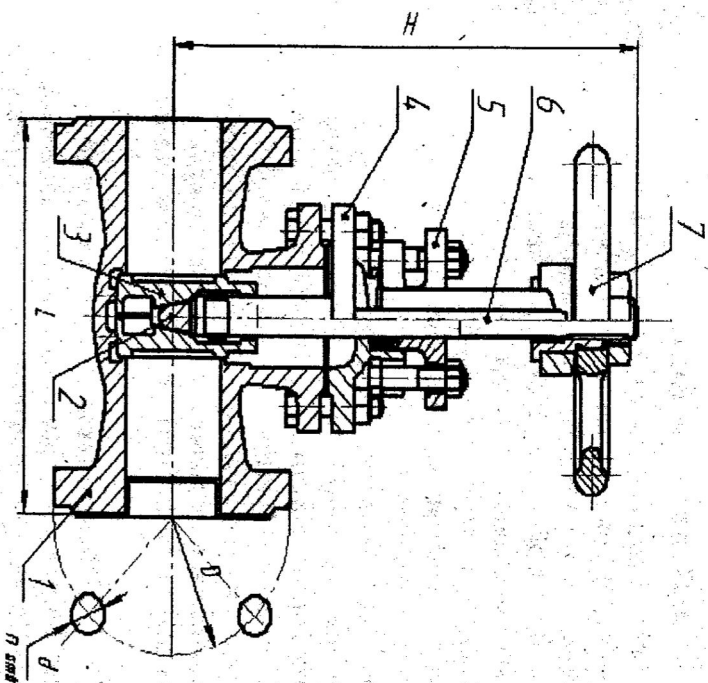

Рис. 1
- 3.1. Двигатель изготавливается в общепромышленном исполнении, на рис. 1.
- 3.2. Основные габаритные и присоединительные размеры указаны на рис. 1.